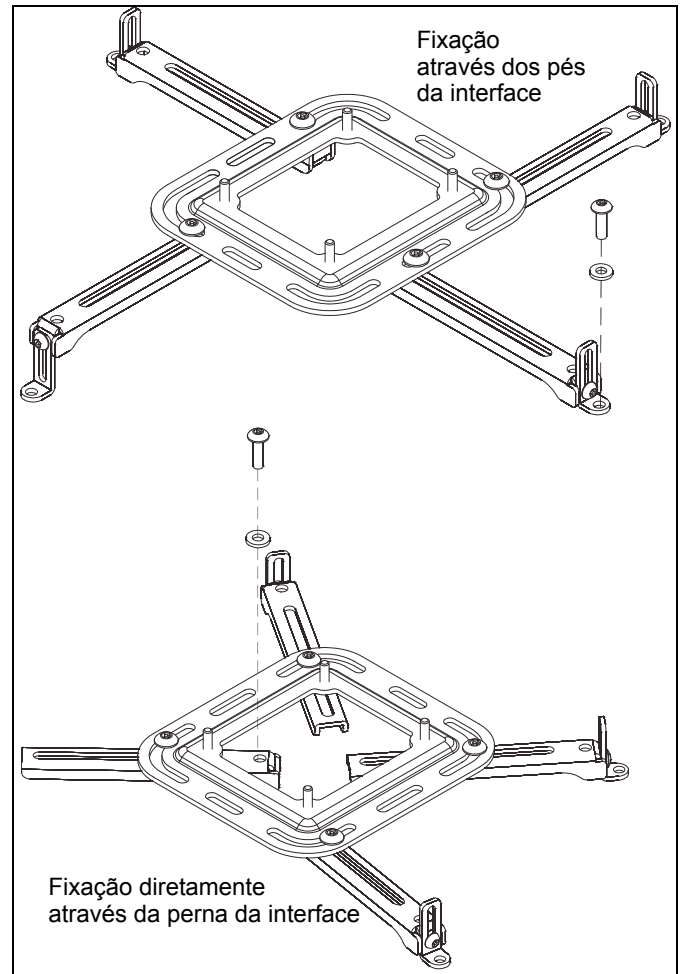

Figura 14
6. Prenda a interface universal ao projetor através dos pés de suporte ou diretamente através das pernas. (Consulte a Figura 14)